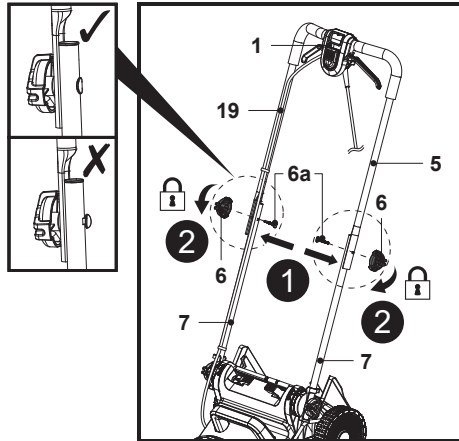

Fig. 3
1. Ține bara mânerului superior (5) cu comutatorul de siguranță (1) orientat în sus.
2. Aliniazi găurile de montare ale barei mânerului superior (5) și ale barelor mânerului inferior (7).
3. Introdu șurubul de montare (6a) prin găurile de montare până la capăt (fig. 3, pasul 1).
4. Fixează bara mânerului superior (5) cu bara mânerului inferior (7) rotind butonul de blocare (6) în sens orar pe filetul șurubului de montare (6a) pentru a strânge (fig. 3, pasul 2).
5. Cablul de control (19) trebuie să treacă pe partea de deasupra a barei mânerului superior (5) și a barei mânerului inferior (7).